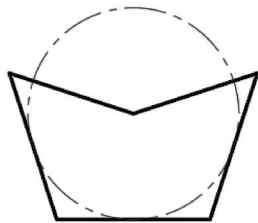

图 5-12 拉伸夹点的结果
- 3 按〈Esc〉键退出拉伸状态，结果如图 5-12 所示。